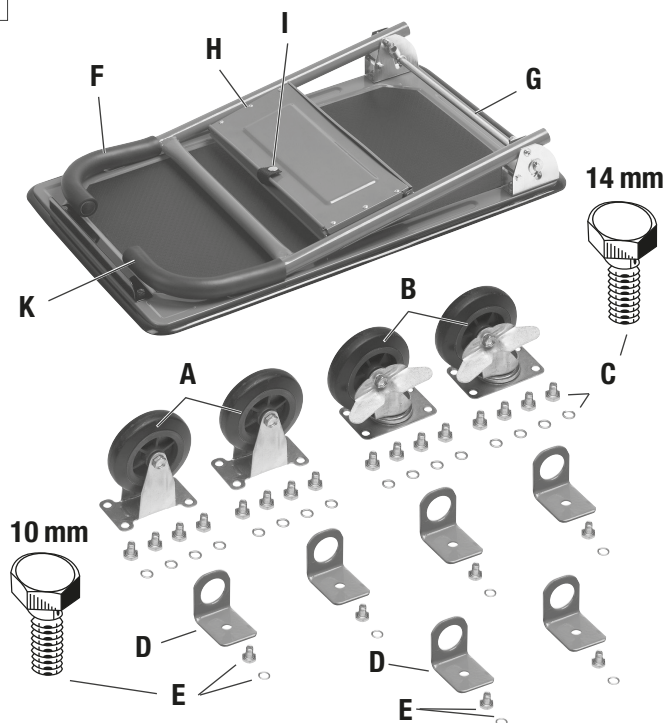

Abb. 1
1. Packungsinhalt überprüfen (Abb. 1).